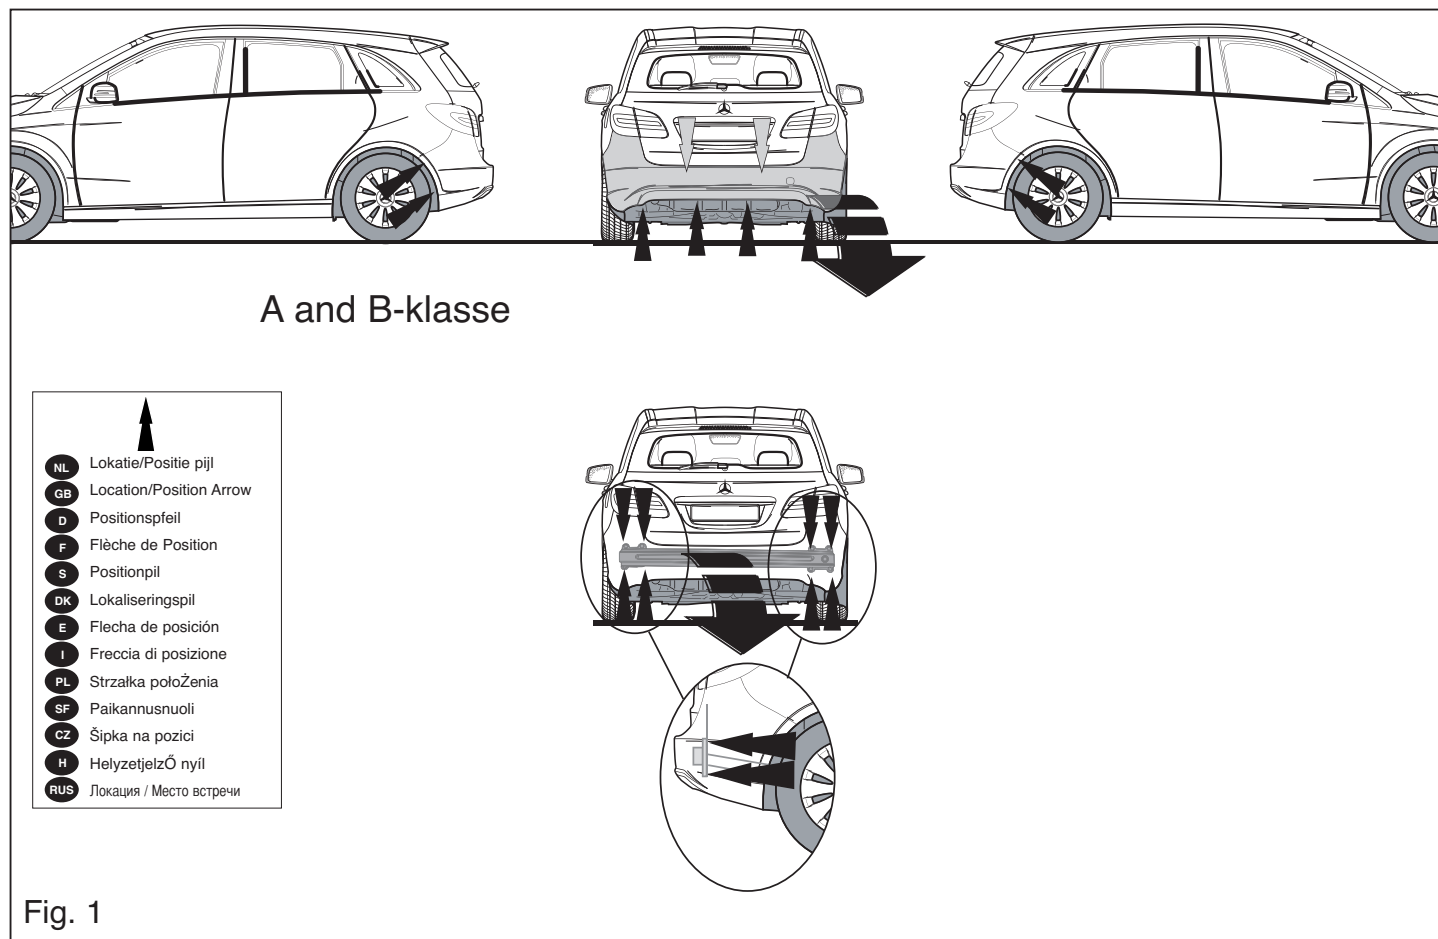

Fig. 1
1. Die Stoßstange abmontieren (siehe Abb. 1).
4. Die Stoßstange einschließlich des stählernen Stoßbalkens vom Fahrzeug abmontieren. Der Stoßbalken wird nicht mehr benötigt (siehe Abb. 1).
1. Démonter le pare-chocs (voir la fig.1).
4. Déposer la traverse en acier du véhicule ; la traverse ne sera plus utilisée (voir la fig.1).
1. Demontera stötfångaren (se fig. 1).
4. Demontera stötranden av stål från fordonet, stötranden förfaller (se fig. 1).
1. Демонтировать kofångарен (jævnfør fig. 1).
4. Демонтировать køretøjets stålstødbjælke. Denne bliver overflødig (jævnfør fig. 1).